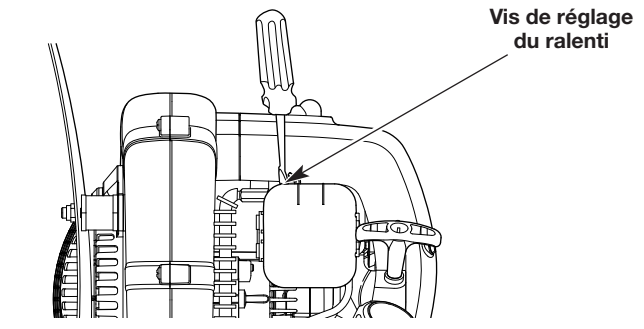

Fig. 14
2. Déplacez le régulateur de vitesse en position SLOW (LENT) et laissez le moteur tourner au ralenti. Si le moteur s'arrête, insérez un petit tournevis à pointe cruciforme pour tourner la vis du ralenti dans le sens horaire, de 1/8 de tour à la fois (comme nécessaire) jusqu'à ce que le moteur tourne au ralenti (Fig. 14).
3. Si le ralenti du moteur est trop rapide, tournez la vis de réglage du ralenti dans le sens horaire inverse, de 1/8 de tour à la fois (comme nécessaire) pour réduire le régime du ralenti (Fig. 14).